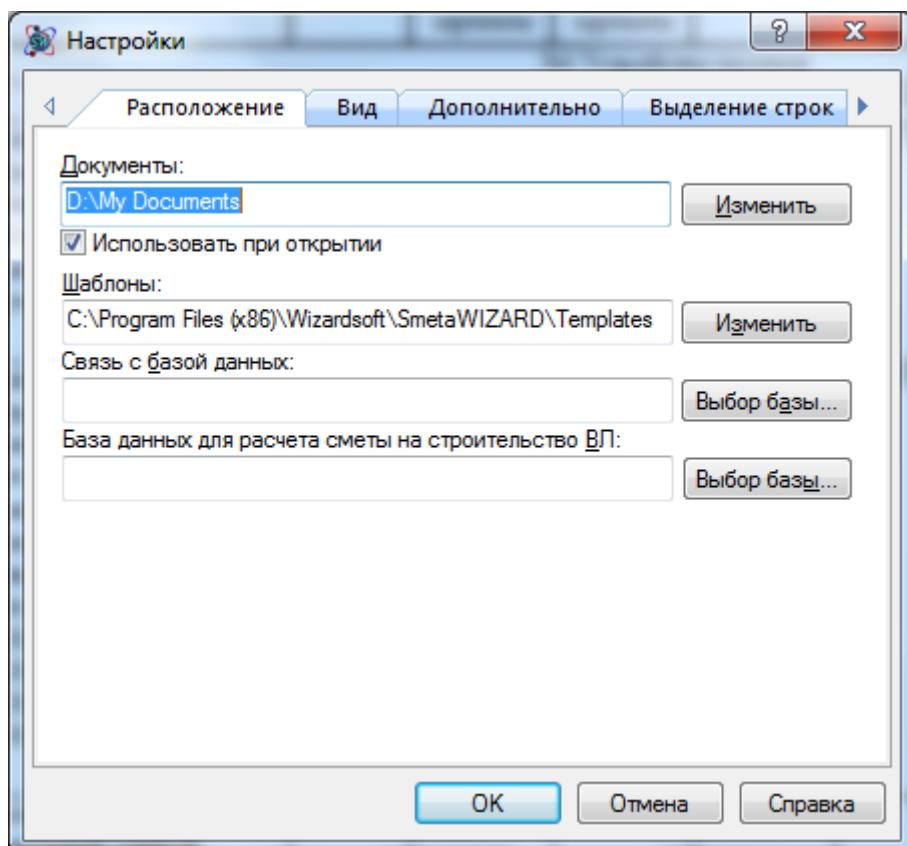

Рис. 6.12 Диалоговое окно *Настройки*, вкладка **Расположение**
2. В диалоговом окне *Настройки* выбрать вкладку **Расположение** (рис. 6.12).